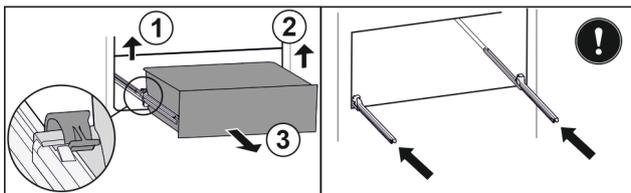

Fig. 120
- Soulever la bride gauche et tirer dans le même temps la partie gauche du tiroir vers l'avant. Fig. 120 (1)
- Soulever la bride droite et tirer dans le même temps la partie droite du tiroir vers l'avant. Fig. 120 (2)
- Retirer le tiroir par l'avant. Fig. 120 (3)